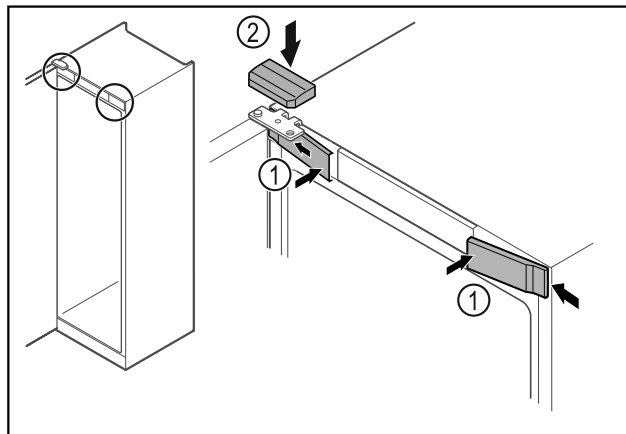

Fig. 68
- Futni nga anash kapakët mbulues të përparmë Fig. 68 (1) dhe mbërthejini.
- Mbërtheni nga lart kapakun mbulues të sipërm Fig. 68 (2).